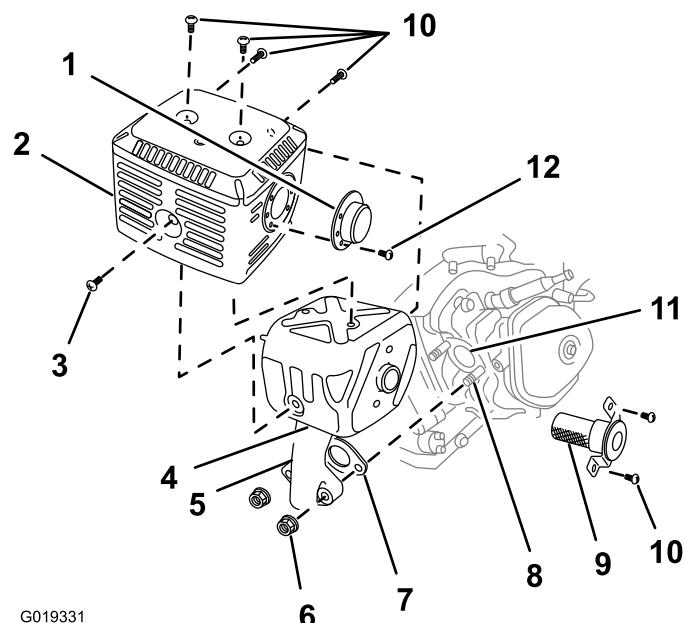

Figura 32
1. Remova as 2 porcas (8 mm) e remova o silencioso do cilindro (Figura 32).
2. Remova os 3 parafusos (4 mm) do defletor do silencioso e remova o defletor (Figura 32).
3. Remova os parafusos (5 mm e 6 mm) do protetor do silencioso e remova o protetor (Figura 32).
4. Remova o parafuso (4 mm) do antifagulhas e remova o antifagulhas do silencioso (Figura 32).